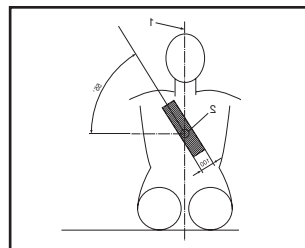

Abbildung 5
- Der diagonale Gurt muss, wie in Abbildung 5 zu sehen ist, über Schulter und Brust laufen.